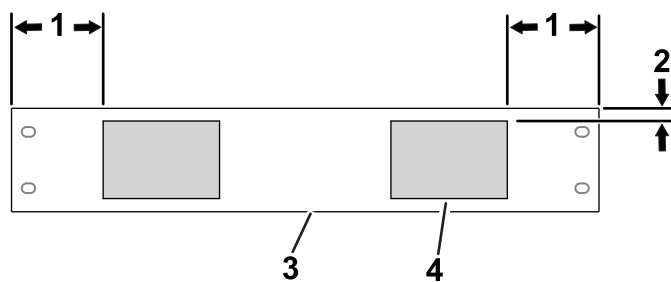

図 11
7. 図 11 に示すように、フォームパッドをバッテリーカバーに取り付ける。